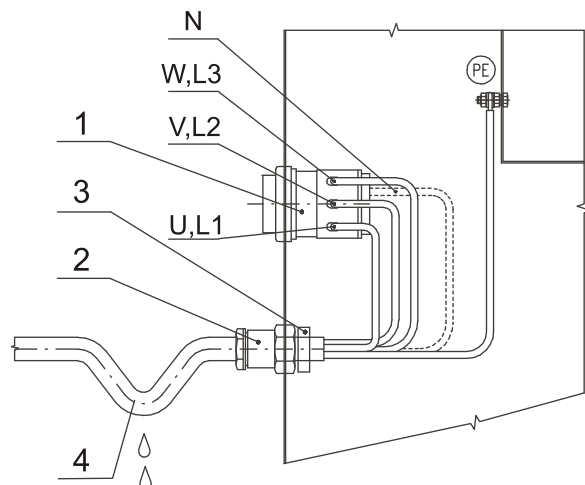

Abb.15 Anschluss der Hauptzuleitung
- Schließen Sie den Leiter des Anschlusskabels an den Kabelenden (Hauptschalter (1)), gekennzeichnet mit L1/U, (L2/V), (L3/W), (N) und an der Klemme (Kupferschraube), gekennzeichnet mit PE an, siehe Abb.15.
- Nehmen Sie den Durchhang des Kabels vor dem Eingang in die Kabeltülle vor. Dadurch wird das Eindringen von herunterlaufendem Kondenswasser in die Maschine verhindert, Abb.15.